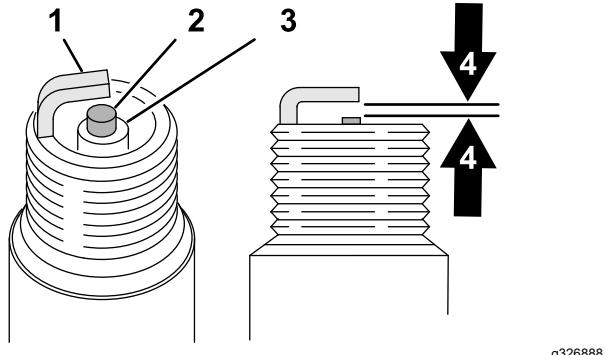

图 39
4. 将中心电极与侧电极之间的气隙 图 39 设置为 0.76mm。